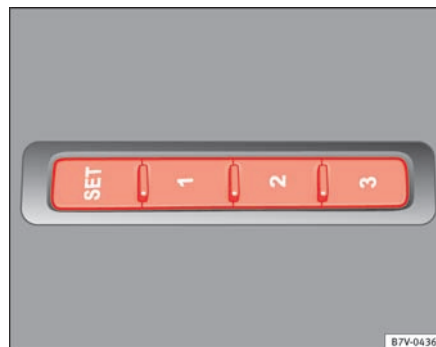

Fig. 80 Memoryknapper yderst på førersædet
- Tryk på knappen **SET** i mere end 1 sek. → Fig. 80.